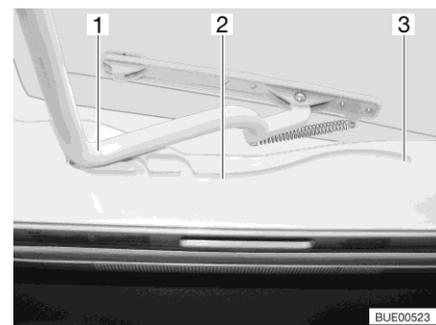

Fig. 52 Guida (oblò Heki)
- Tirare la staffa (Fig. 52,1) nelle guide (Fig. 52,2) fino alla posizione più all'indietro (Fig. 52,3).
- Spingere la staffa (Fig. 52,1) leggermente verso l'alto con ambedue le mani.
- Tirare la staffa nelle guide (Fig. 52,2) fino alla posizione desiderata.